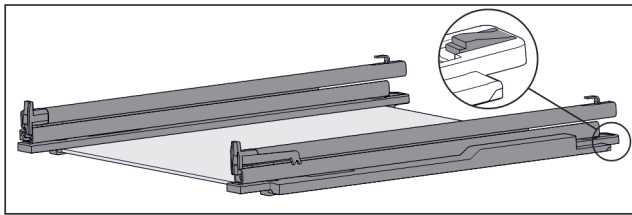

Fig. 56 Стъклена плоча с релси и задържащи части
- ▶ Натиснете надолу задържащата част отзад (виж Fig. 56) и едновременно с това избутайте релсата назад.